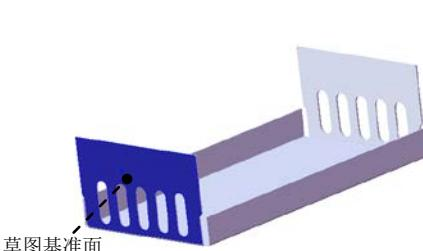

图 11.3.29 草图基准面
(1) 选择命令。选择下拉菜单 **插入(I)** → **切除(C)** → **拉伸(E)…** 命令。
(2) 定义特征的横断面草图。
① 定义草图基准面。选取图 11.3.29 所示的表面作为草图基准面。